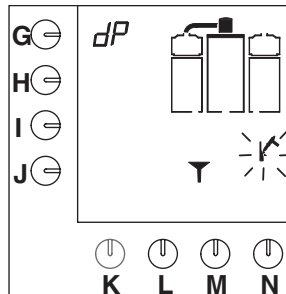

Fig. 19 Demande de remplissage avec la solution de détartrage du système de filtration
- Vous entendrez un signal sonore, le symbole en forme de marteau clignote et un entonnoir apparaît sur l'écran de contrôle (fig.19).